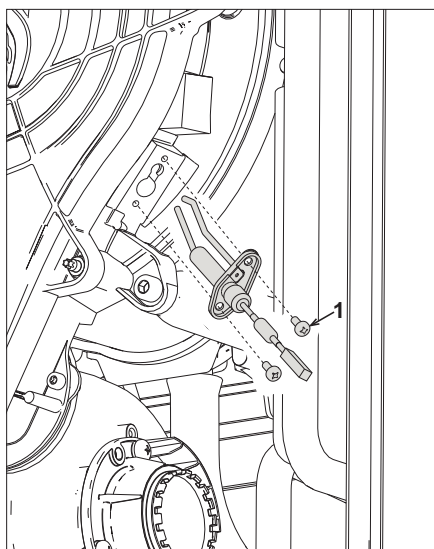

fig. 44
- Per effettuare la pulizia dello scambiatore si ritiene utile togliere l'elettrodo (vedi fig. 44)